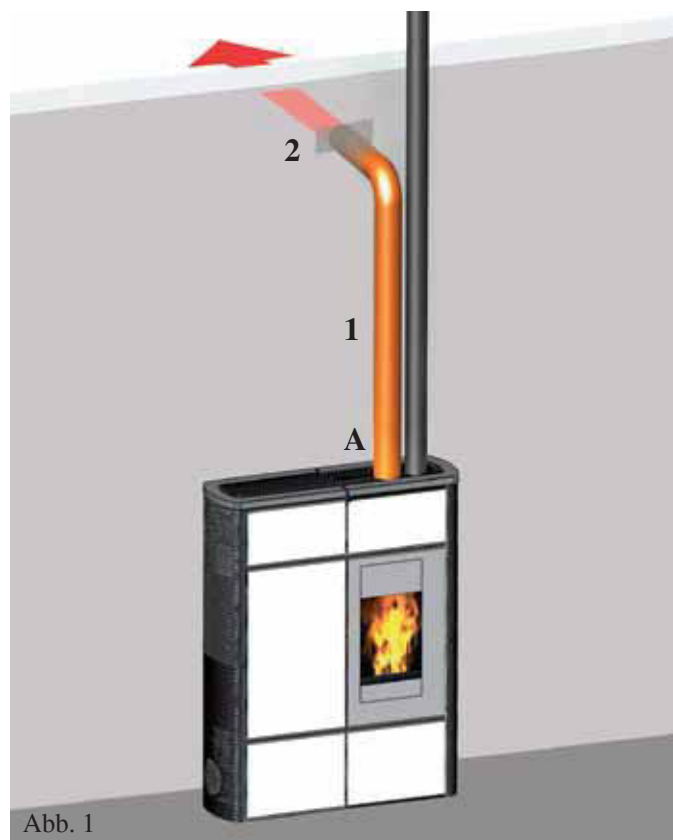

Abb. 1
- Die Aluminiumrohre (2 - Abb. 1) für die Warmluftkanalisation ausrollen, ohne sie an den Stutzen des Ofen anzuschließen.
- Das Aluminiumrohr auf den Warmluftausgangsstutzen (A) aufstecken.
- Rohrmanschetten (3) und den Dübeln mit Schrauben (2) an der Wand befestigt wird.